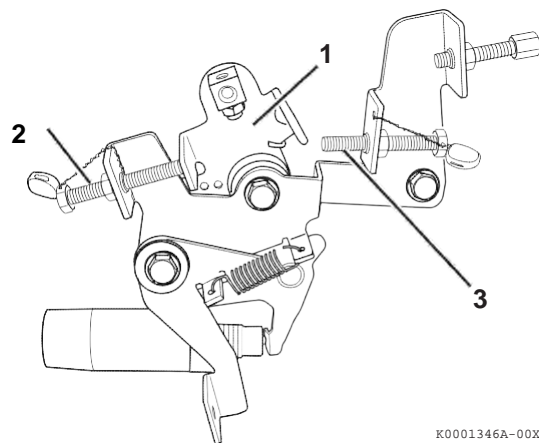

Figura 7
La leva di controllo velocità (**Figura 7, (1)**) controlla la velocità del motore. La leva potrebbe essere collegata al dispositivo di controllo velocità motore.
La vite di limitazione velocità in folle (**Figura 7, (2)**) fissa la velocità del motore mentre gira in folle.
La vite di limitazione superiore di velocità in folle (**Figura 7, (3)**) limita la velocità massima del motore quando il motore gira senza carico.